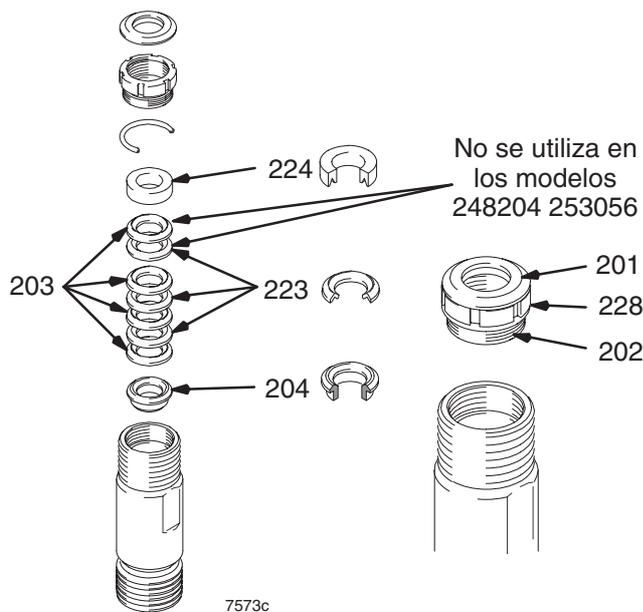

Fig. 12
Fig. 12. Antes de montar, empape todas las empaquetaduras de cuero con aceite SAE 30W durante 1 hora como mínimo. Coloque el casquillo macho (204). Coloque las empaquetaduras alternando las empaquetaduras UHMWPE (203) con las de cuero (223) (observe la orientación). Coloque el casquillo hembra (224). Coloque el sello (201) y la tuerca prensaestopas (202) y el espaciador de ajuste del cuello (228).